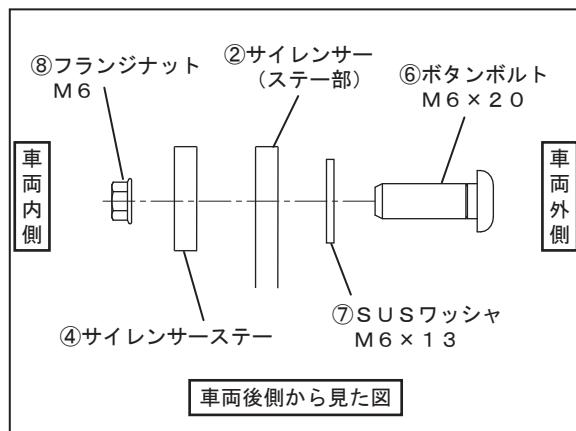

FIG. 7
7. ②サイレンサーに④サイレンサーステーを⑥ボタンボルトM6×20、⑦SUSワッシャM6×13、⑧フランジナットM6を使用して仮締めして下さい。（FIG. 7 参照）